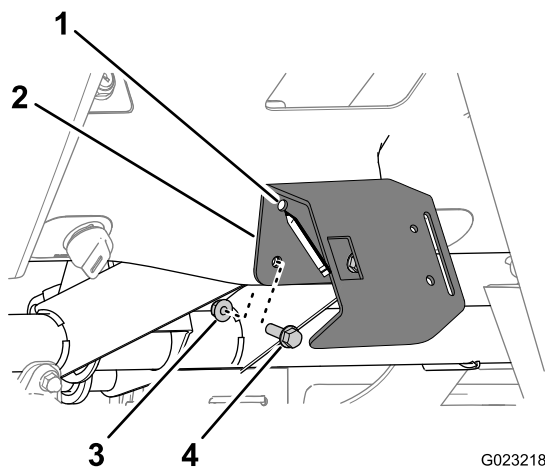

Bild 17
2. Fluchten Sie die drei Löcher in der Halterung der Handgasbedienung mit den drei Löchern im Armaturenbrett aus (Bild 17).
3. Befestigen Sie die Halterung für die Handgasbedienung mit den drei Bundbolzen (5/16" x 1") und drei Bundmuttern am Armaturenbrett und ziehen sie mit der Hand fest (Bild 17).
4. Markieren Sie den Umriss des oberen rechten Lochs in der Halterung für die Handgasbedienung am Armaturenbrett (Bild 17).
1. Fluchten Sie die Löcher in der Halterung für die Handgasbedienung mit den Löchern im Armaturenbrett aus (Bild 17).
2. Befestigen Sie die Halterung für die Handgasbedienung mit den vier Bundbolzen (5/16" x 1") und vier Bundmuttern am Armaturenbrett (Bild 17).